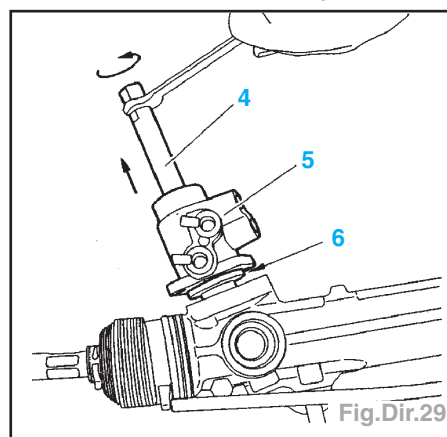

Fig.Dir.29
- Continuer de tourner la queue de valve d'assistance de direction (4) jusqu'au décolllement du corps de valve (5) du mécanisme de direction (Fig.Dir.29).